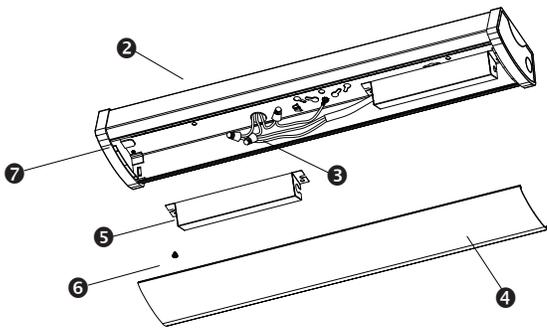

Fig. 4
- c) Pull the reflector ⑦ from one side to the middle. Note: Only the side of the reflector near the knockout can be pulled (see Fig. 4).
- d) Remove the wire compartment cover screw ⑥ from the wire compartment cover ⑤. Put the wire compartment cover and screw in a safe place until step (i).
- i) Gather the wires to fit in the space under the wire compartment cover ⑤, secure with the screw ⑥.
- j) Replace the reflector ⑦ back to its original position.
- k) Secure housing ② to ceiling with wood screws provided.
- c) Tirez le réflecteur ⑦ d'un côté vers le milieu. Note : seul le côté proche de l'entrée défonçable peut être tiré (voir fig. 4).
- d) Retirez la vis ⑥ du couvercle du compartiment de câblage ⑤. Rangez le couvercle du compartiment de câblage et la vis en lieu sûr jusqu'à l'étape (i).
- i) Rassemblez les fils dans l'espace situé sous le couvercle du compartiment de câblage ⑤, fixez à l'aide de la vis ⑥.
- j) Remplacez le réflecteur ⑦ dans sa position initiale.
- k) Fixez le boîtier ② au plafond grâce aux vis à bois fournies.